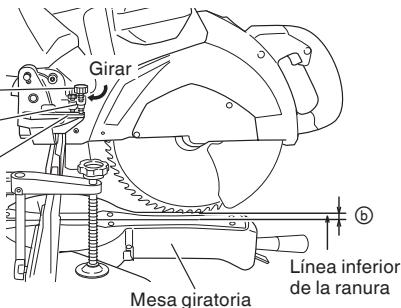

Fig. 47
- (1) Gire el soporte del tope en la dirección indicada en la Fig. 47.